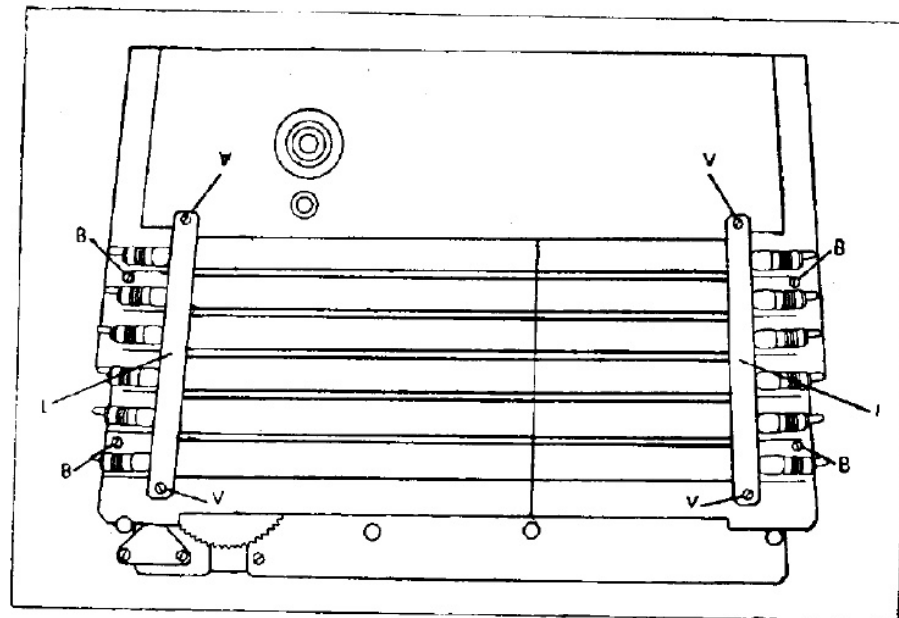

Fig. 1. - Telaio della scala.
- 3) si sfilta il telaio metallico con precauzione, che, dopo tale operazione, si presenterà, come illustrato in fig. 1;
- 4) per sostituire una delle stecche, occorre togliere le quattro viti (V) che fissano i due listelli metallici (L), dopo di che le singole stecche di cristallo si liberano facilmente;
- 5) dopo la sostituzione occorre controllare che i segni (O) sulle singole stecche siano ben allineati e vengano coperti dall'indice, allorché il condensatore variabile si trova in posizione « chiuso » (v. anche preliminari per l'istruzione di taratura);
- 6) dovendo sostituire la funicella di comando, è necessario togliere il pannello della scala, svitando i quattro dadi che lo fissano al telaio dell'apparecchio. I dadi non sono visibili in figura, perché si trovano dalla parte opposta, verso l'interno dell'apparecchio, in corrispondenza delle viti (B);